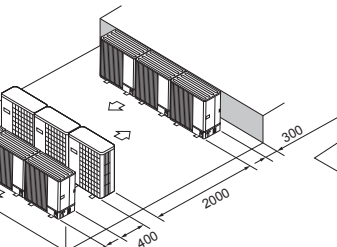

Fig. 2-20
- (6) Disposição de várias unidades em paralelo (Fig. 2-20)